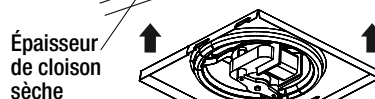

Fig. 16
- Réinstaller l'assemblage du support du moteur. Brancher le moteur dans la prise de courant. Voir la figure 16.